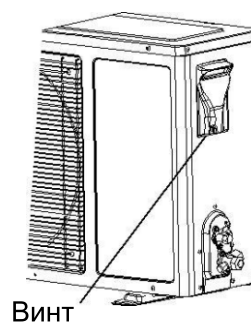

Рис.13
- Откройте и снимите крышку электронного устройства (рис.13)